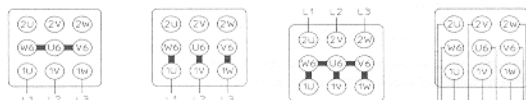

Bild 5 Bild 6 Bild 7 Bild 8
**Anlauf niedrige Drehzahl starting low speed** -> Bild 5